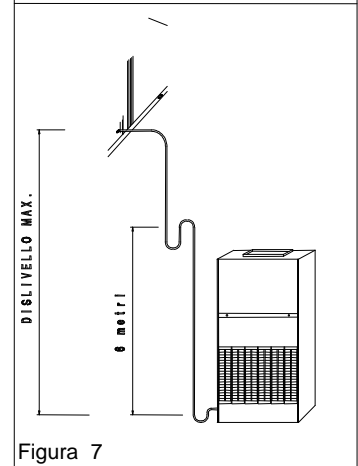

Figura 7
- Per risalite verticali prevedere oltre al pozzetto alla base un sifone raccolto olio ogni 6 metri (vedi Figura 7).